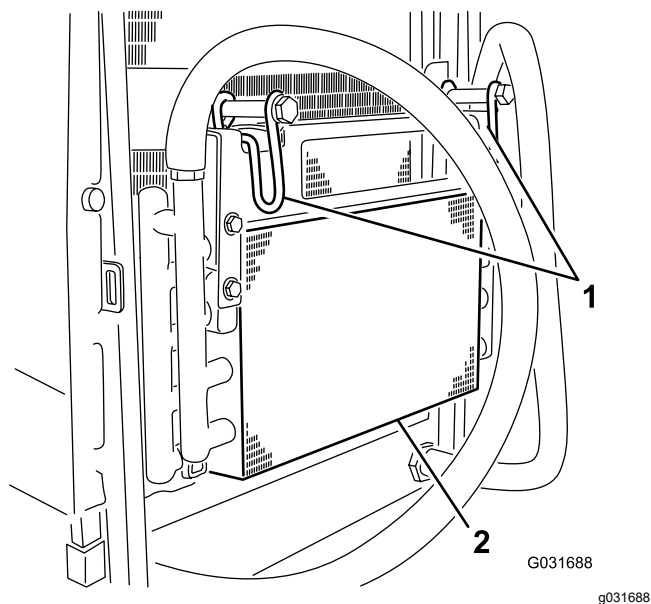

Figure 51
5. Pivotez les verrous vers l'intérieur pour dégager le refroidisseur d'huile (Figure 51).